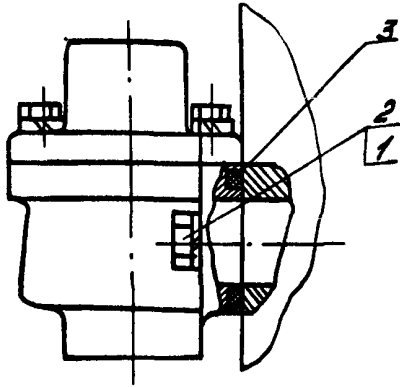

Рис.28. Узел крепления обратного клапана (см.рис.3,узел У):
27.2. Вывинтить болты 1 (рис.28), снять
28.8. Установить обратный клапан на дутьевой клапан, ввинтить болты 1 (см. рис. 28).